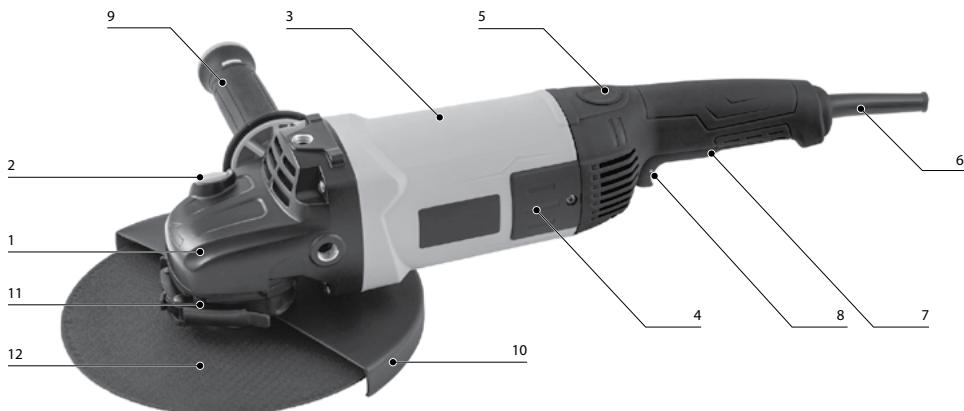

рис. 1
Общий вид машины представлен на рис. 1.
- отвести в сторону рычаг 11 (рис. 1) фиксации кожуха, ослабив крепежный хомут;
Вкрутите рукоятку 9 (рис. 1) в резьбовое отверстие корпуса редуктора в удобное для работы положение.
При установке/снятии оснастки блокировка шпинделя осуществляется клавишой 2 (рис. 1), расположенной на корпусе редуктора. Блокировка шпинделя также может осуществляться с помощью гаечного ключа S17.
Во избежание поломки машины и получения травм, запрещается нажимать на кнопку блокировки шпинделя 2 (рис. 1) во время работы шлифовальной машины, а также до полной остановки шпинделя после выключения двигателя.
В зависимости от вида используемой оснастки и характера обработки можно выбрать оптимальное и наиболее удобное положение основной рукоятки. Для изменения положения рукоятки необходимо нажать клавишу блокировки 5 (рис. 1) и повернуть рукоятку относительно корпуса на 90 градусов по или против часовой стрелки. При отпускании клавиши 5 рукоятка зафиксируется в выбранном положении.
Для включения машины необходимо нажать клавишу выключателя 7 (рис. 1), переместив кнопку 8 (рис. 1) вперед. При необходимости выключатель питания 7 может быть зафиксирован в положении «Включено», для этого при нажатой клавише 7 переместите кнопку блокировки 8 вперед, и клавиша будет зафиксирована. Для отключения машины повторно нажмите и отпустите клавишу 7.